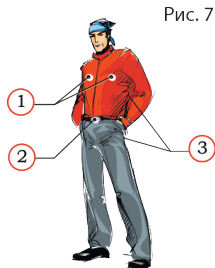

Рис. 7
Наиболее уязвимыми точками являются (Рис. 7): верхняя часть груди (1), низ живота (2), спина и ягодицы (3).